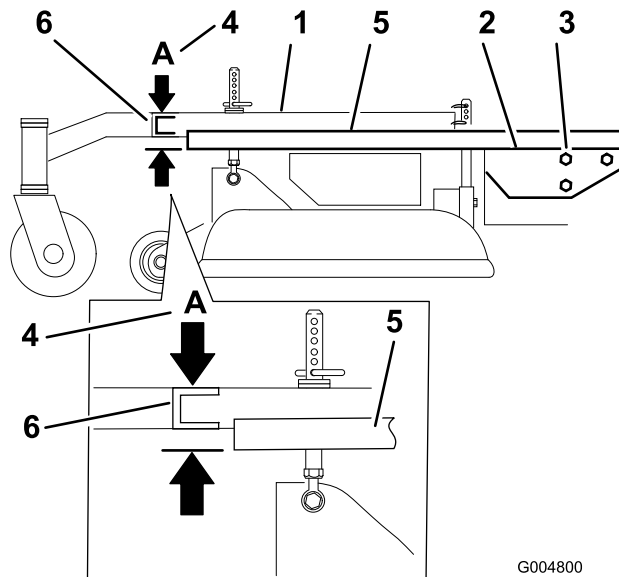

Bild 52
- Legen Sie eine lange Abziehlplatte auf die Oberseite des Motors, siehe Bild 52.
- Messen Sie am Querrohr des Trägerrahmens die Höhe an der Stelle A (Bild 52).
- Lockern Sie die Befestigungsschrauben am Trägerrahmen an beiden Seiten der Maschine (Bild 52).
- Fluchten Sie den Trägerrahmen und das Motorchassis an Stelle A auf 33 mm plus oder minus 6 mm (Bild 52) aus.